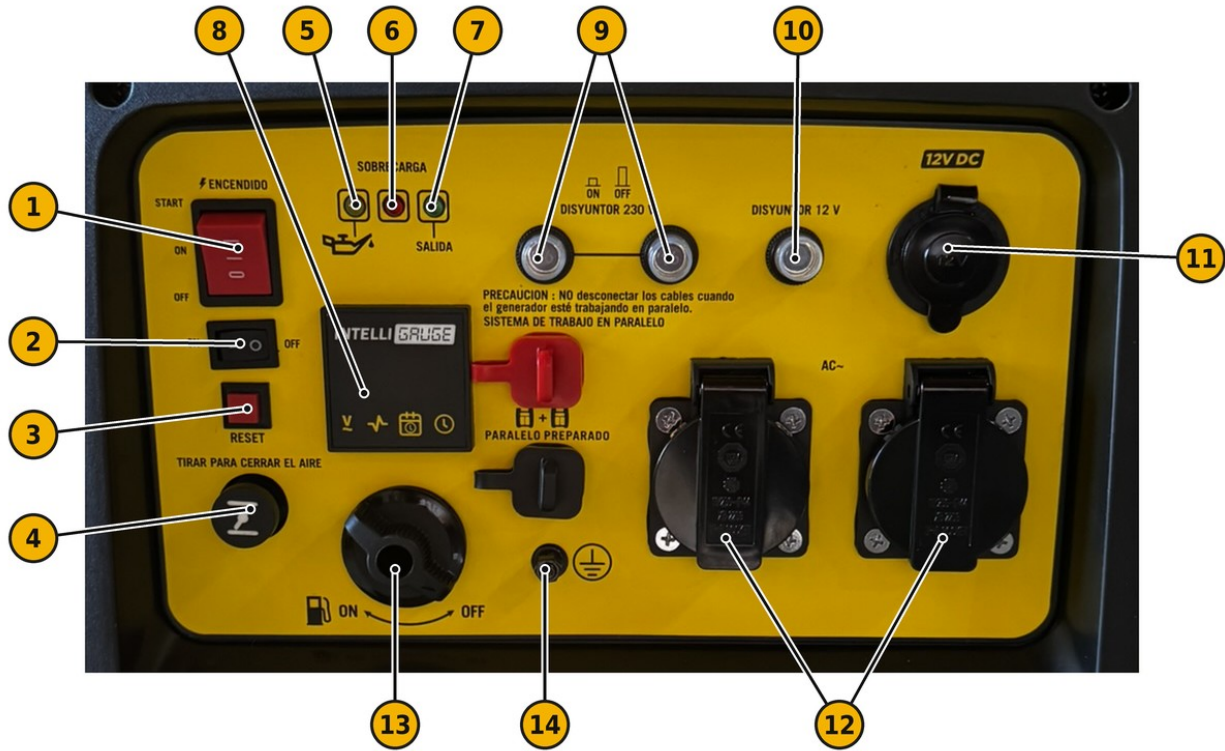

FIG. 3 — Panel de control
El borne de puesta a tierra (FIG. 3, nº 14) está conectado al bastidor del grupo. Cuando la instalación lo requiera, conéctelo a una pica de tierra mediante un conductor de cobre aislado de color verde-amarillo de sección no inferior a 4 mm². La puesta a tierra de instalaciones provisionales debe realizarla un instalador autorizado conforme al Reglamento Electrotécnico para Baja Tensión.
- 1) Pare el motor, deje enfriar el grupo y cierre el grifo de combustible (FIG. 3, nº 13).